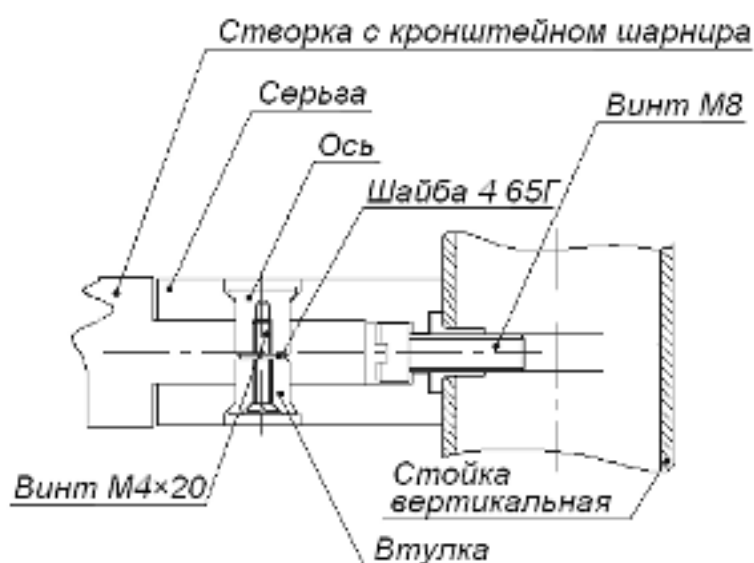

Рисунок 14. Крепление шарниров к опорной стойке поворотной секции ограждения
3. На опорной стойке двумя винтами М8×25 закрепите две серьги шарниров, как показано на рис. 14.
4. Установите в рабочее положение и закрепите болтами М10 опорную стойку. Соберите шарнирные узлы со створкой на опорной стойке, как показано на рис. 14.
4. Закрепите на опорной стойке двумя винтами М8×25 две серьги шарниров, как показано на рис. 14. Установите в рабочее положение опорную стойку. Для обеспечения вертикальности установки стоек рекомендуется использовать монтажные прокладки 50×20×0,5...0,8 мм.